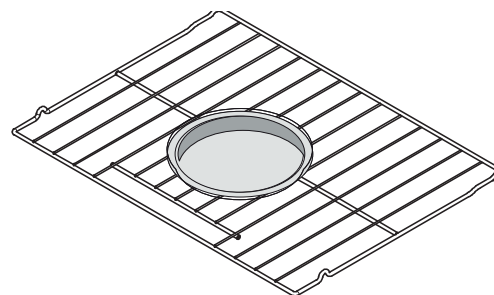
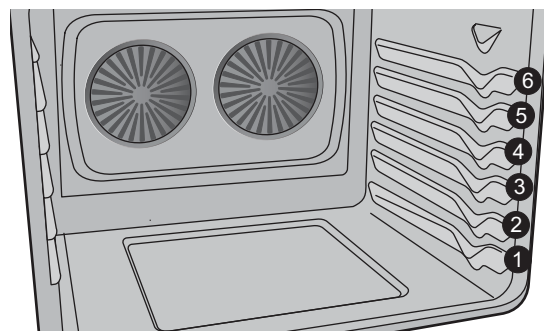

Figure 12 : Cuisson sur une seule grille pour aliments prêts à servir – placez l'aliment vers l'avant de la grille du four.
Figure 13 : La meilleure position de grille pour la cuisson des aliments prêts à servir est la position (3).
- Placez toujours les aliments au centre du four, sur la grille en position 3 (Figure 13). Placez les aliments comme illustré à la Figure 12.